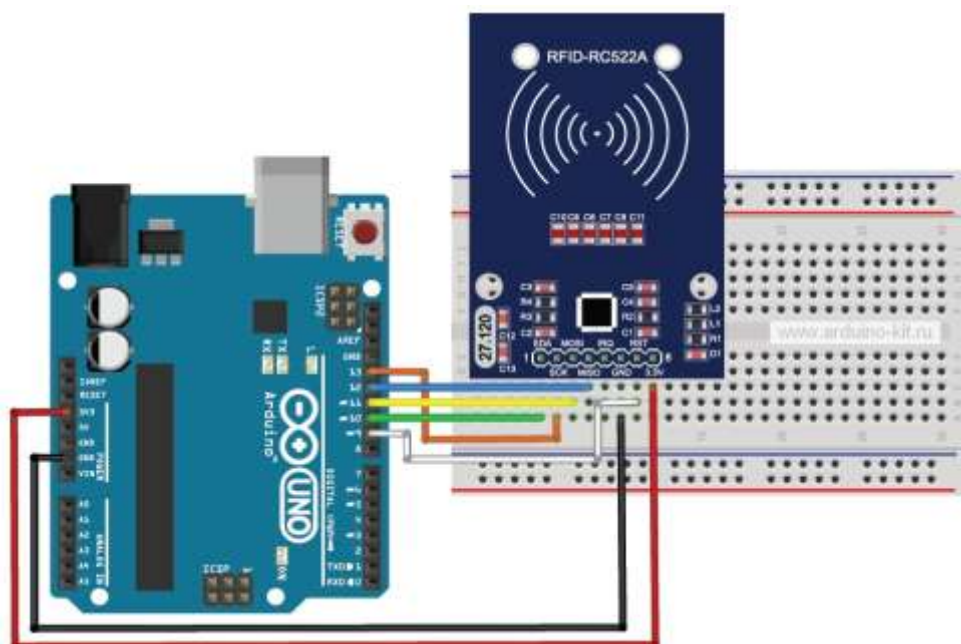

Рисунок 11.
Схема подключения модуля к плате Arduino показана на рис. 11.
1. Подключаем модули RFID-считывателя RC522 к плате Arduino по схеме на рис. 11.